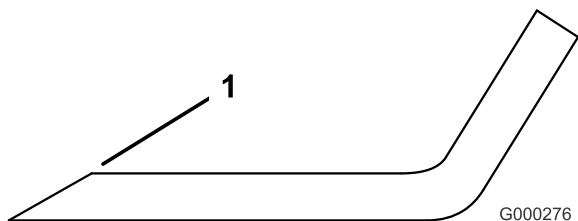

Figura 50
1. Utilize uma lima para afiar a extremidade de corte em ambas as extremidades da lâmina (Figura 50). Mantenha o ângulo original. A lâmina mantém o seu equilíbrio, se for retirada a mesma quantidade de material de ambas as extremidades de corte.